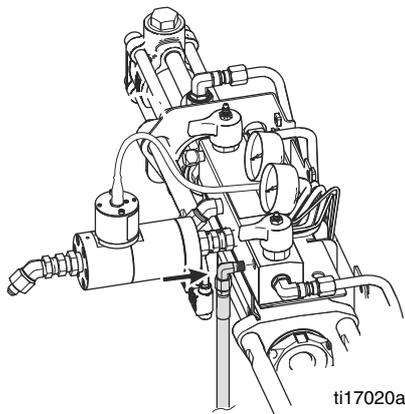

FIG. 18: Conexión de las mangueras en el colector de fluido
8. Instale los accesorios (Ref. 3) de este kit en lugar de los accesorios de circulación. Vea la FIG. 18.
12. Conecte el otro extremo de la manguera al colector de fluido como se muestra en la FIG. 18.